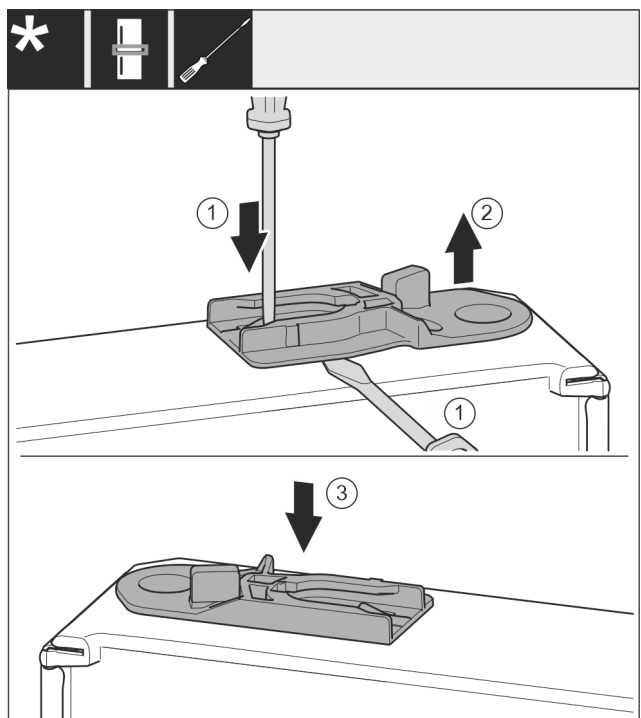

Fig. 34
- ▶ Estrarre la boccola di guida: Premere la linguetta Fig. 34 (1) con un cacciavite a intaglio e allo stesso tempo spostare in basso la boccola di guida Fig. 34 (2) con il cacciavite a intaglio.
- ▶ Inserire la boccola di guida Fig. 34 (3) inclusa nella fornitura sull'altro lato dell'alloggiamento.